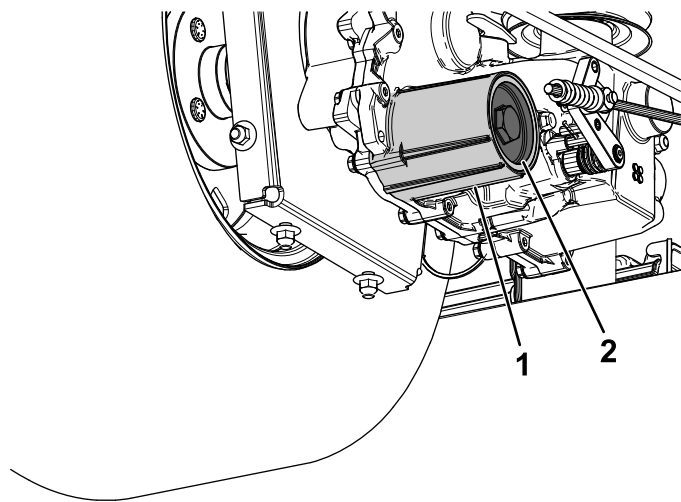

Figura 72
7. Retire la tapa del filtro de fluido hidráulico del transeje para vaciar el fluido (Figura 72).